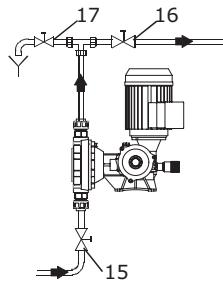

Рис. 14 Начальный пуск
1. Откройте всасывающий и нагнетательной запорные клапаны (15, 16), если они установлены (см. рис. 14).
2. Откройте клапан удаления воздуха (17), если он установлен на линии нагнетания или понизьте давление в линии нагнетания так, чтобы перекачиваемая среда могла выходить без преодоления противодавления.
- Закройте клапан удаления воздуха (17), если он установлен.